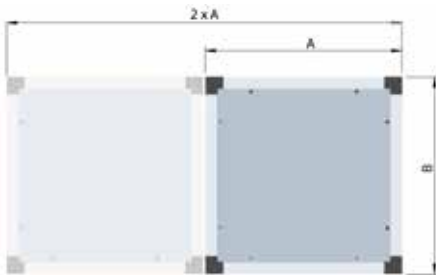

Bild 10: MUB Montagevoraussetzung (Rückseite)
- Beim aufstellen der MUB/T muss sichergestellt sein, dass genügend Platz für die Installation des Gerätes zur Verfügung steht (Wichtig auf der Motorseite wegen einem Motor-/Laufwerkwechsel, siehe Bild 10).